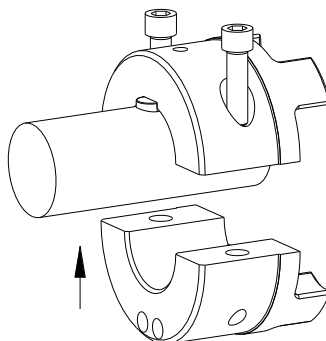

Figura 8
- Orientare il semiguscio inferiore del primo mozzo SPLIT verso il semiguscio superiore sotto l'albero (vedi figura 8). Avvitare le viti a testa cilindrica di alcuni passi di filettatura.